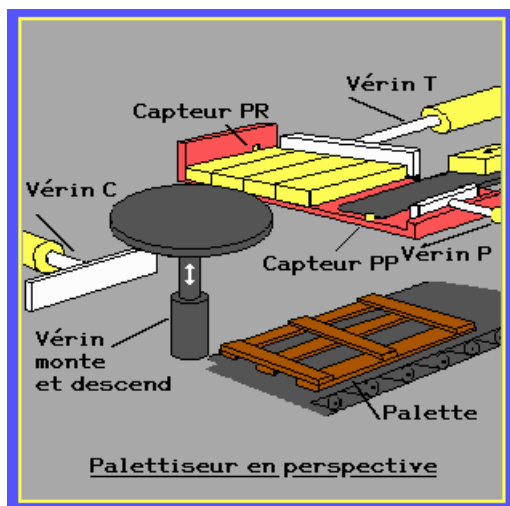

Figure 1
-b- Considérons l'installation de palettisation donnée par les figures 1 et 2. Après avoir observé les séquences de l'animation, construire le tableau des variables d'entree-sortie.